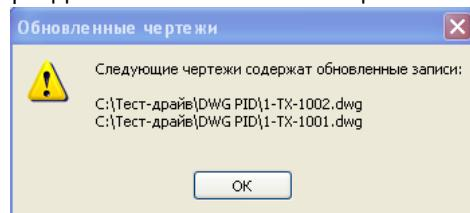

Рис. 27
- Дождитесь появления сообщения об обновлении чертежей и нажмите **OK** (Рис. 27).